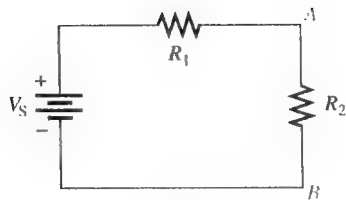

图 9-60
14. 试说明怎样在图 9-60 中 A、B 两点之间接电解电容器。